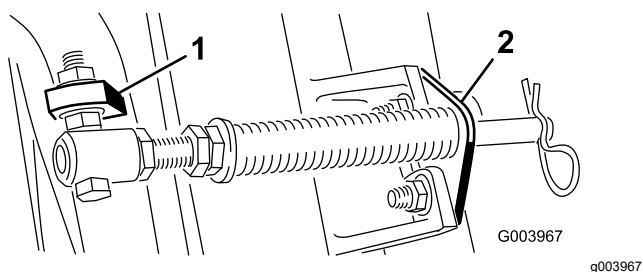

Figura 5
4. Monte el soporte de la varilla en las pestañas de la unidad de corte con los pernos de cuello cuadrado y las tuercas (Figura 5).